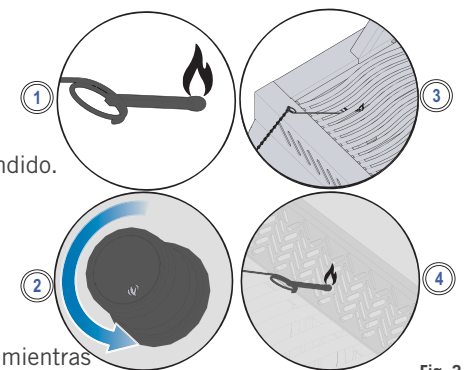

Fig. 3
2. Inserte el fósforo encendido entre las rejillas y las placas sobre los quemadores mientras gira la perilla correspondiente a la posición de llama alta. (Fig. 3)